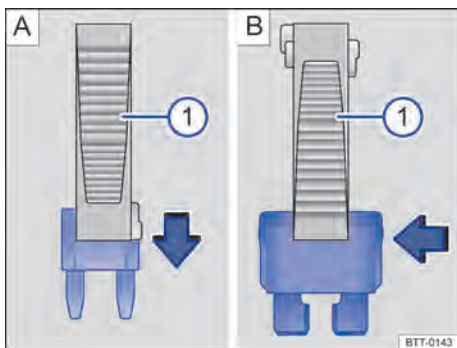

Fig. 164 Remover ou instalar um fusível com a garra da pinça de plástico (1).
→ Fig. 164 ① da cobertura da caixa de fusíveis.
- Em caso de *fusíveis pequenos*, encaixar a garra ① por cima → Fig. 164 A.
- Em caso de *fusíveis maiores*, empurrar a garra ① lateralmente sobre o fusível → Fig. 164 B.
- Caso o fusível esteja queimado, substituir o fusível por um novo da *mesma* intensidade de corrente (mesma cor e inscrição) e do *mesmo* tamanho → ①.